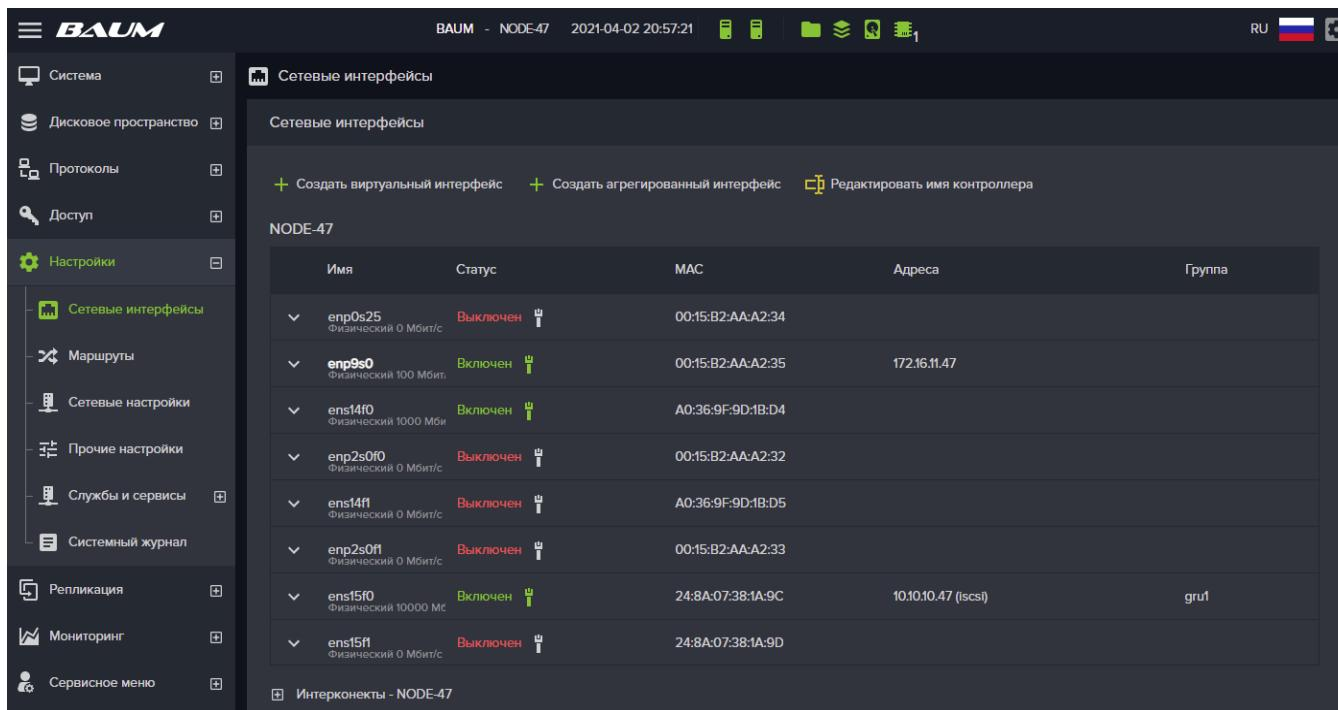

Рисунок 29. Вкладка меню «Сетевые интерфейсы».
Перейдите на вкладку меню «Настройки» → «Сетевые интерфейсы» (см. Рисунок 29). На ней отображены все сетевые интерфейсы изделия с их текущими настройками и состояниями:
1. Перейдите на вкладку меню «Настройки» → «Сетевые интерфейсы» см. Рисунок 29). На ней отображены все сетевые интерфейсы изделия с их текущими настройками и состояниями, для просмотра подробных параметров разверните панель свойств, нажав на стрелку перед названием нужного интерфейса;